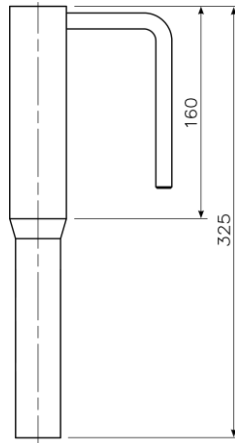

Abb.4. Verlängerung 150
1.3.4. Verlängerung 150 (Abb. 4)